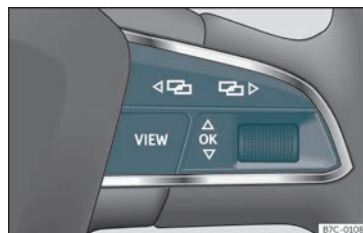

Fig. 61 Lado direito do volante multifunções: botões para utilizar os menus e as indicações informativas do painel de instrumentos.
Enquanto existir uma advertência com prioridade 1 »» Página 72, não será possível aceder a nenhum menu. Algumas advertências podem ser confirmadas e ocultadas com o botão **OK** do volante multifunções »» **Fig. 61**.
- Se aparecer uma mensagem ou o pictograma de um veículo, pressione o botão **OK** »» **Fig. 61**; se for necessário, várias vezes.
- Para mudar de menu use os botões **<|** ou **|>** »» **Fig. 61**.
- Para abrir o menu ou a indicação informativa exibida, pressione o botão **OK** >>> **Fig. 61** ou espere alguns segundos até que o menu ou a indicação informativa se abra automaticamente.
- No menu visualizado, rode a rodinha direita do volante multifunções >>> **Fig. 61** até que a opção de menu desejada fique realçada. A opção aparece assinalada.
- Pressione o botão **OK** >>> **Fig. 61** para realizar as alterações desejadas. Uma marca indica que a função ou o sistema em questão estão ativos.
Pressione o botão **◀▶** ou **◀▶** >>> **Fig. 61**.